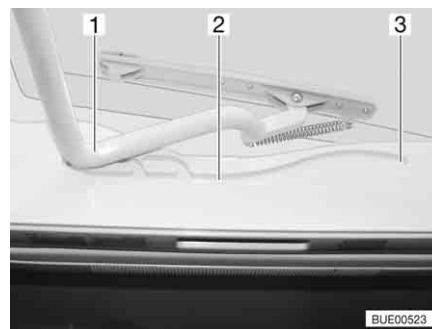

Fig. 59 Oblò Heki, guida
- Tirare la staffa (Fig. 59,1) nelle guide (Fig. 59,2) fino alla posizione più all'indietro (Fig. 59,3).
- Spingere la staffa (Fig. 59,1) leggermente verso l'alto con ambedue le mani.
- Tirare la staffa nelle guide (Fig. 59,2) fino alla posizione desiderata.